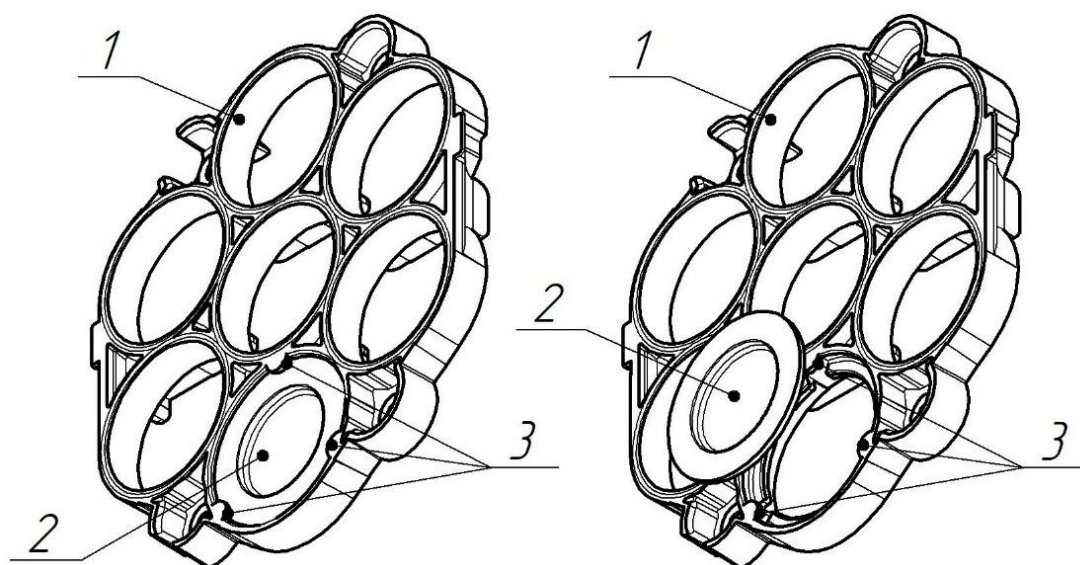

Рисунок 15 – Внешний вид процедуры замены мембраны звукоизвещателя
- 6) извлечь поврежденную мембрану (позиция 2), осторожно отогнув ее от трех удерживающих выступов (позиция 3) детали держатель фильтра (позиция 1) (рисунок 15);
- 7) установить новую мембрану звукоизвещателя (позиция 2), аккуратно подогнув ее под три удерживающих выступа (позиция 3), проследив что мембрана установлена ровно и не повреждена (рисунок 15);